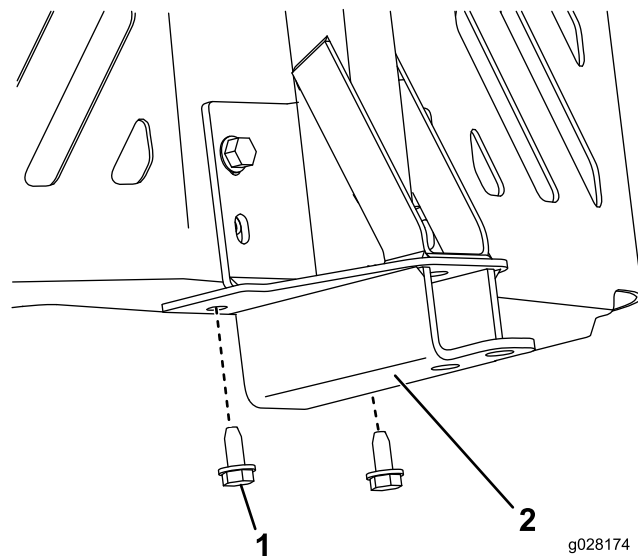

Bild 16
5. Positionieren Sie den Drehrahmen nach oben und befestigen Sie ihn mit zwei Blechschrauben (5/16" x 3/4") an der Unterseite des Maschinenrahmens, wie in Bild 16 abgebildet.
3. Entfernen Sie die vorhandenen zwei Blechschrauben von der Unterseite des Maschinenrahmens (Bild 16).